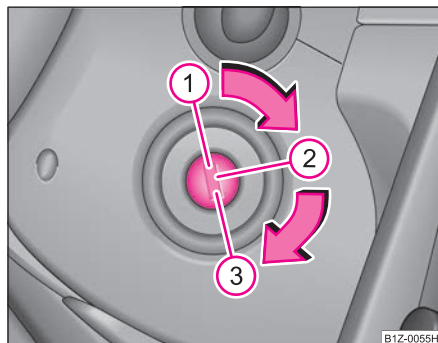

Fig. 91 Pozițiile cheii în contact
- Motorul se oprește prin rotirea cheii în contact în poziția ① ⇒ pagina 103, fig. 91.